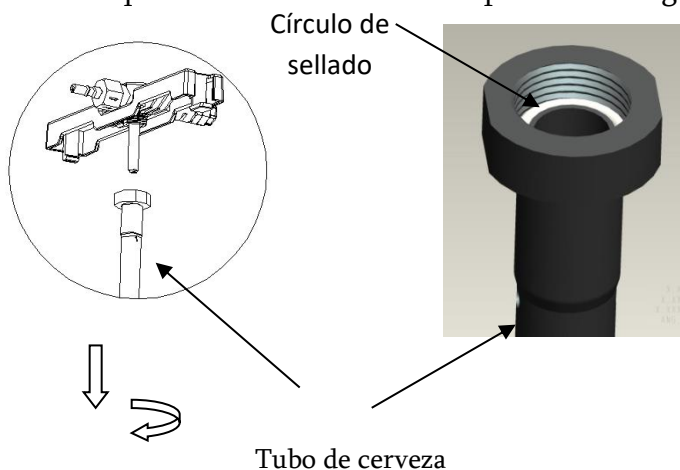

Figura 34
C. CAMBIO DEL CÍRCULO DE SELLADO DEL TUBO DE CERVEZA (Ver figura 34)